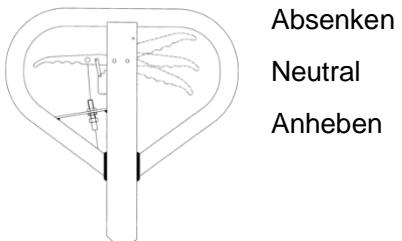

Abb. 10: Hebel
Falls notwendig, können Sie den Hebel gemäß den folgenden Schritten einstellen (Abb. 10):
- Wenn sich die Gabeln nicht absenken, wenn sich der Steuergriff in der Stellung **Absenken** befindet, drehen Sie die Einstellmutter im Uhrzeigersinn, bis sich die Gabeln durch Anheben des Steuergriffs absenken. Prüfen Sie dann die Stellung **Neutral** gemäß Abb. 10 und vergewissern Sie sich, dass sich die Einstellmutter in der richtigen Position befindet.